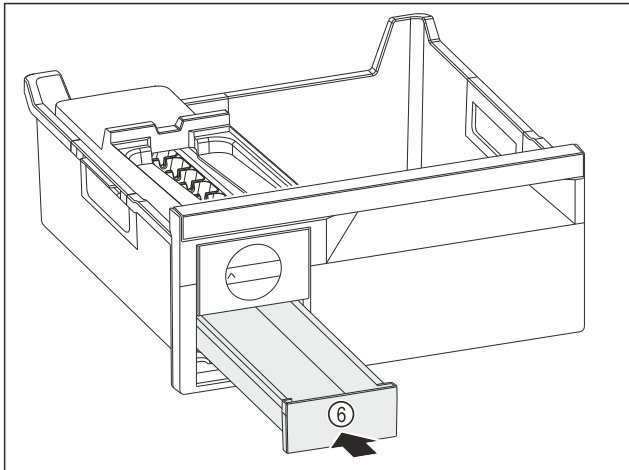

Fig. 201
- Shtyni brenda sirtarin e kubave të akullit Fig. 201 (6).